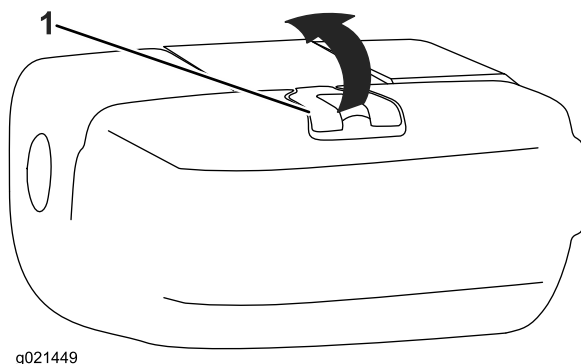

Рисунок 16
2. Очистите области вокруг крышки топливного бака и снимите ее (Рисунок 16).